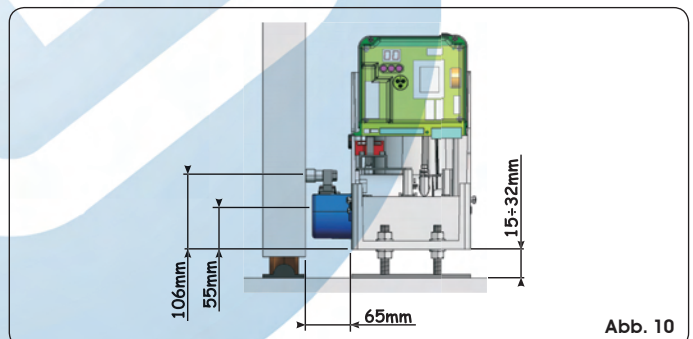

Abb. 10
- ⑤ Unter Bezugnahme auf Abb. 10 die Höhe der Füße und den Abstand des Tors justieren.